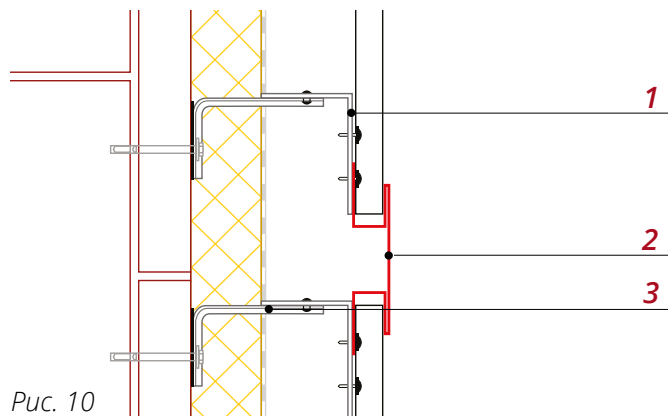

Рис. 10
■ Закрепите крепежные кронштейны **1** и крепежные профили **3** в месте предполагаемой стыковки рядов сайдинга, как показано на рис. 10.